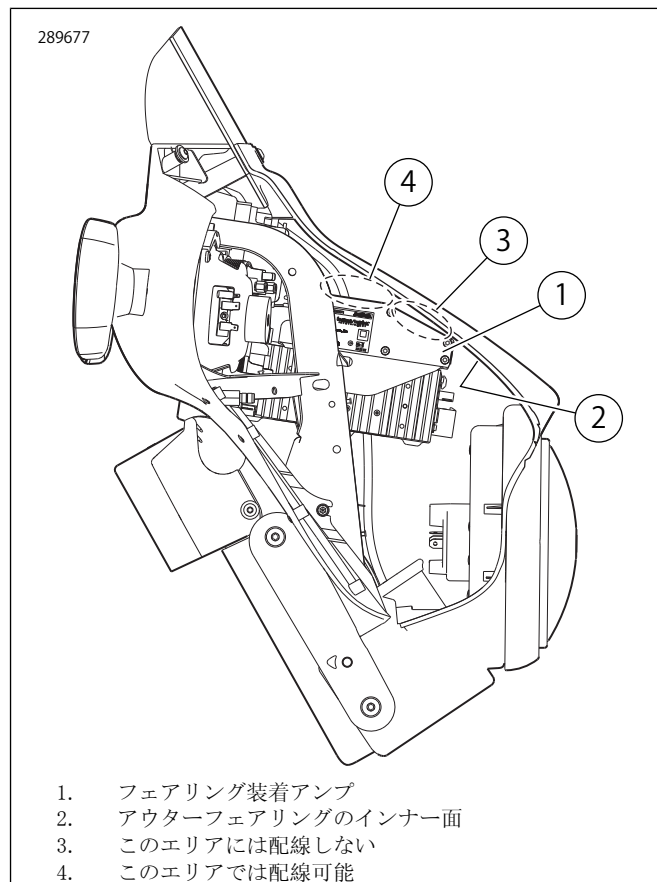

図3. フェアリング装着アンプ配線間隔
「図3」を参照してください。ワイヤーとコンジットをアンプ(1)とフロント(ヘッドランプ)側近くのラジオ(3)に取り回すと、間隔が狭くなりアウターフェアリング(2)の取り付けが難しくなります。
15. アンプとラジオハーネスをラジオとアンプの側面から後部に送るか、またはインナーフェアリングに一番近いアンプの上部分を通します（「図3」、エリア4を参照）。キットのケーブルストラップを使い、アンプとラジオハーネスをフェアリング内側の既装着のハーネスに固定します。